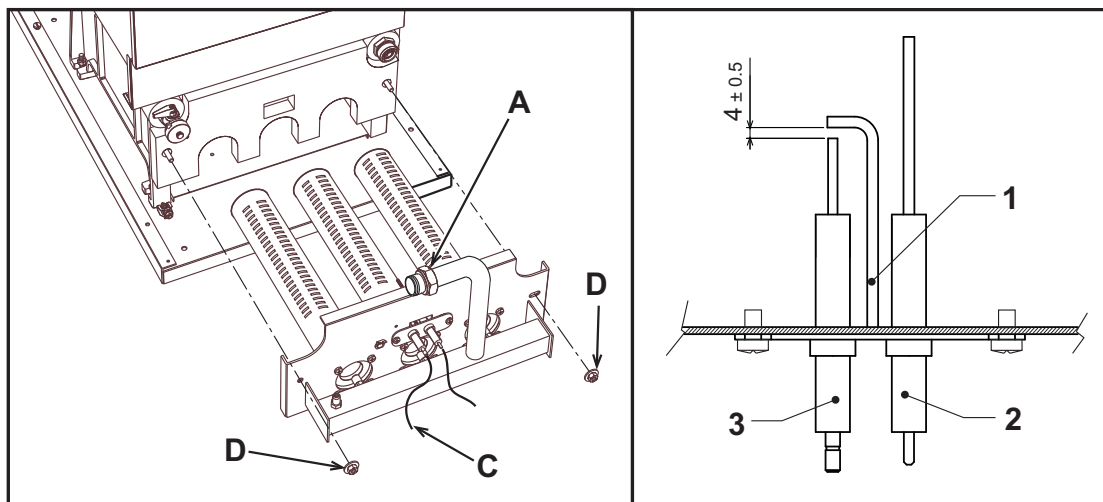

рис. 21 - Очистка блоков горелок и электродов
- Отвинтите две гайки **D** крепления дверцы камеры сгорания к чугунным элементам корпуса котла (рис. 21).